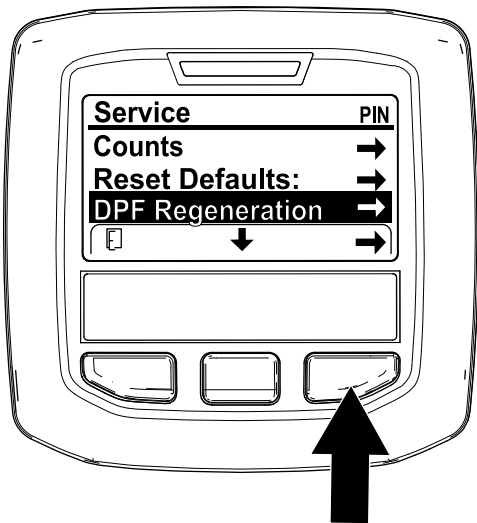

Figura 39
1. Accedete al menu Manutenzione (Service) e premete il pulsante centrale per scorrere il menu verso il basso fino all'opzione DPF REGENERATION (Figura 39).
2. Premete il pulsante destro per selezionare la voce DPF Regeneration (Figura 39).